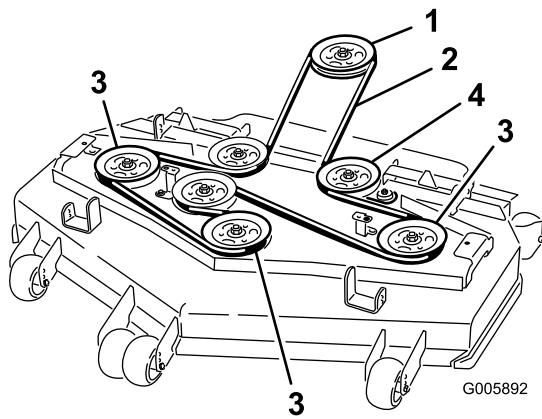

Figura 60
6. Installare la nuova cinghia attorno alle pulegge (Figura 60).